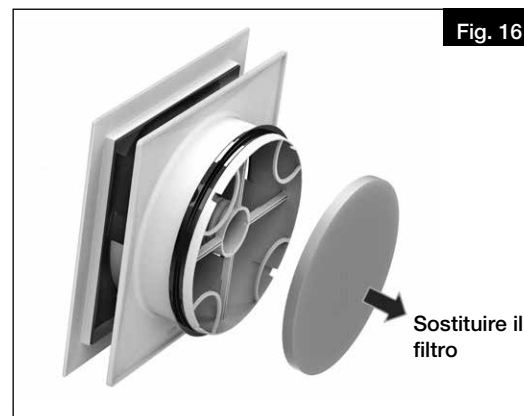

Fig. 16
2. Rimuovere il filtro e sostituirlo con un nuovo filtro (vedere la Fig. 16).